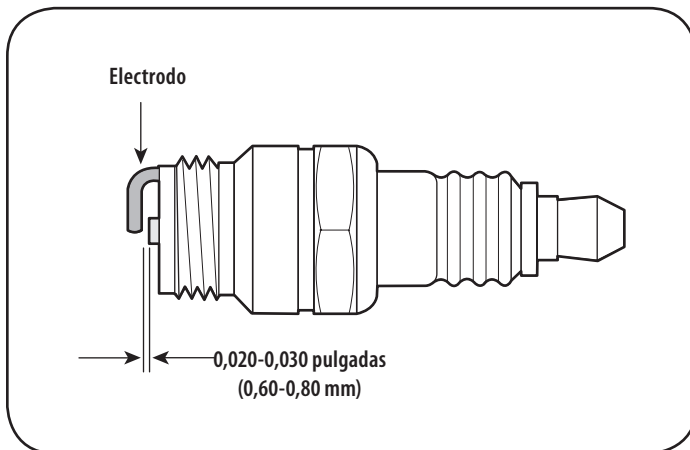

Figura 14
3. Mida la separación de bujía con un calibrador. Corrija de ser necesario torciendo el electrodo lateral. Vea la Figura 14. La separación debe establecerse entre 0,020 y 0,030 pulgadas (0,60-0,80 mm).